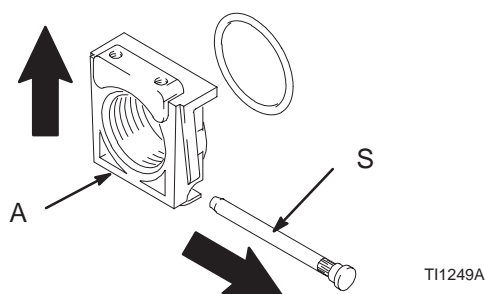

Fig. 1
Pour ouvrir l'insert (A), retirer la broche (S) et tirer l'insert vers le haut dans le sens opposé au trou de la broche. Mettre un nouvel insert et remettre la broche en place. Fig.1.